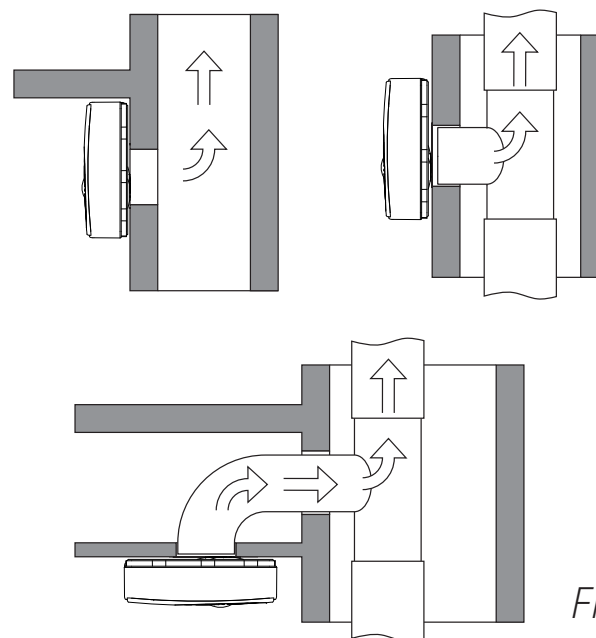
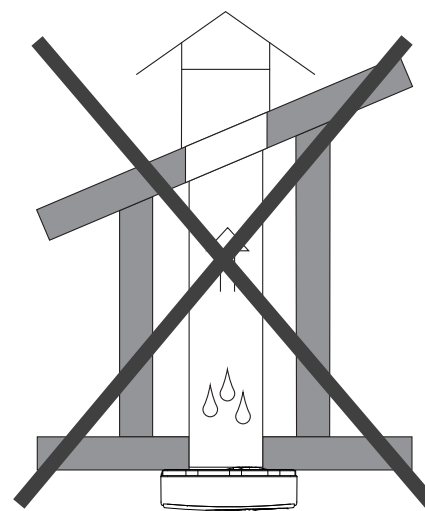

Fig. 3
Fig. 4
- Vid vertikal frånluft ska det vara avgrening mot fläkten, fig. 3. Direkt vertikal frånluft är inte tillåten, fig. 4.